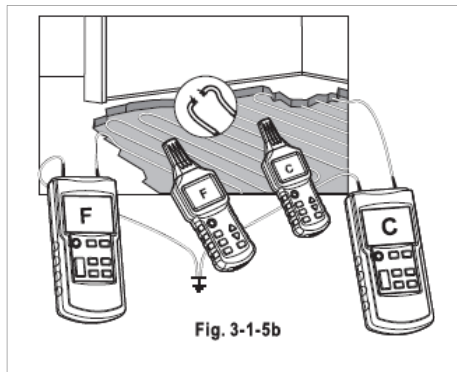

Fig. 3-1-5b
- Připojte oba vysílače (pokud jsou používány dva vysílače) podle obrázku Fig 3-1-5b.